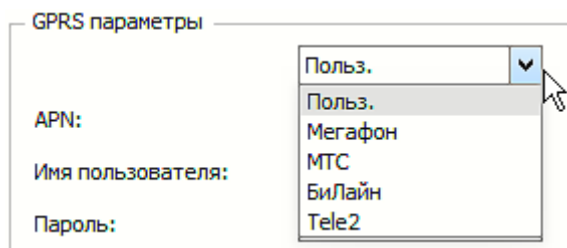

Рис.17. Выпадающий список наименований операторов сотовой связи.
- Параметр без названия. Наименование оператора сотовой связи. Выбирается из выпадающего списка (рис.17).